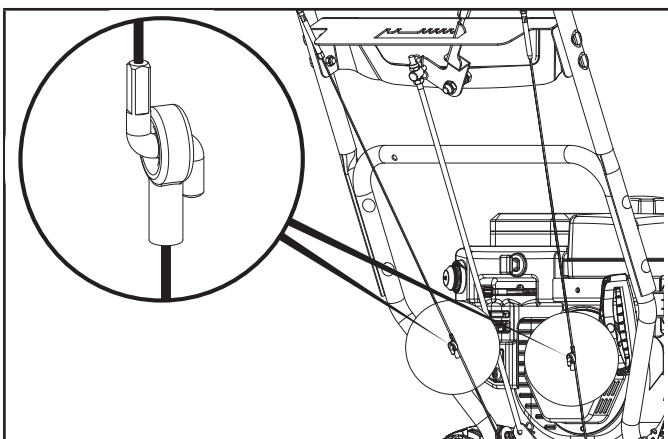

Figure 6
1. Rabattez la poignée supérieure en vous assurant que les câbles sont bien tendus. (figure 6)